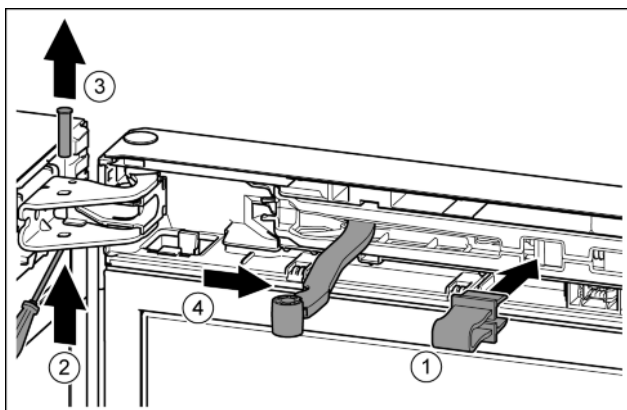

Fig. 7
► Borging in de opening klikken. Fig. 7 (1)
► Bout met schroevendraaier eruit schuiven. Fig. 7 (2)
► Bout vanaf de bovenkant eruit halen. Fig. 7 (3)
► Scharnier in de richting van de deur draaien. Fig. 7 (4)